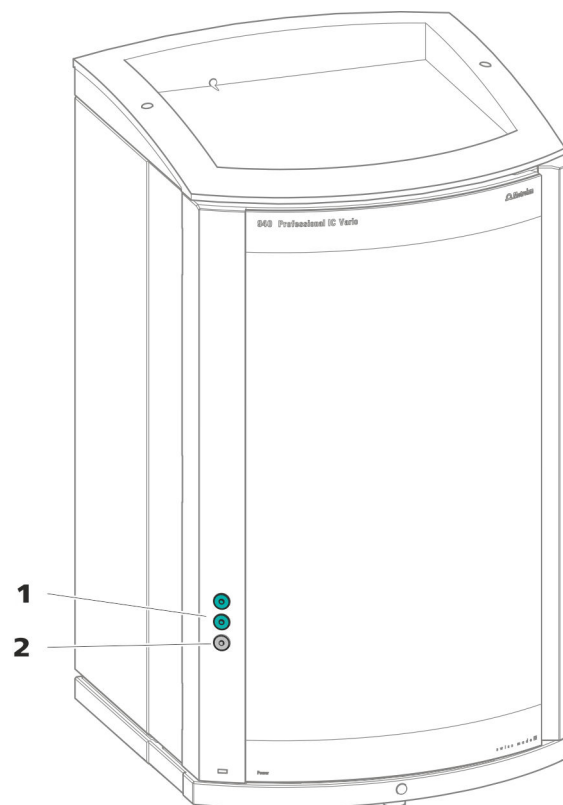

Figura 3 Orificios de paso en la puerta
- orificios en la puerta (véase figura 3, página 11)